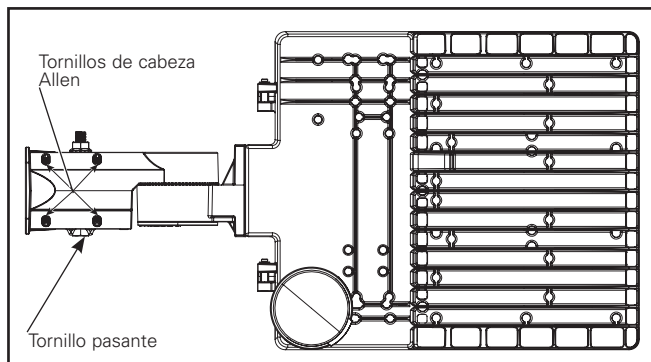

Figura 6.
- Retire el tornillo pasante del conector deslizante e instale el conector deslizante en una espiga de 2-3/8 in de diámetro externo. Tenga cuidado de no pellizcar ningún cable y apriete los cuatro tornillos de sujeción de cabeza Allen a 30 in-lb (3,39 Nm) (Figura 6).
- Si se monta en una espiga horizontal, vuelva a instalar el tornillo pasante para asegurar el luminario a la espiga. Apriete el tornillo pasante a 120 in-lb (13,6 Nm) (Figura 6).